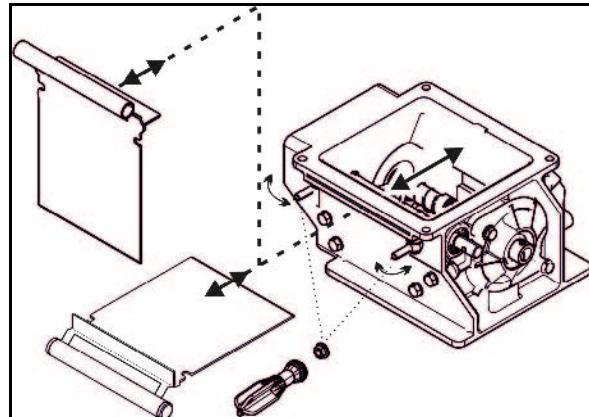

Рис. 73
3. Ослабьте два болта (Рис. 73/1).